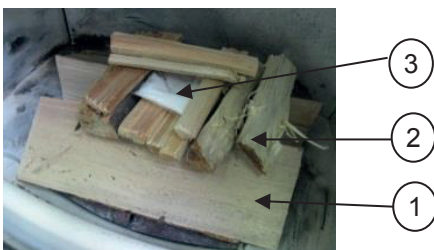

Fig. 5: Accensione
Sistemate in diagonale 2 -3 ceppi di legna (peso totale ca. 1,3 kg) sul fondo della camera di combustione, ad una distanza sufficiente l'uno dall'altro (minimo 2 cm) (1). Distribuite sopra di essi ca. 0,5 kg di trucioli di legno dolce (2) infine posizionate l'accendi-fuoco e accendete (3). (vedi fig. 5)